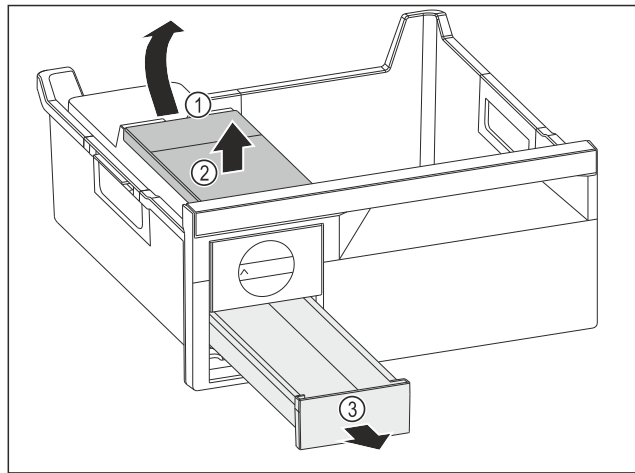

Fig. 140
- ▶ Wassertank entnehmen: Wassertank an der Aussparung Fig. 140 (1) anheben.
- ▶ Wassertank Fig. 140 (2) nach oben entnehmen.
- ▶ Eiswürfelschubfach Fig. 140 (3) nach vorne entnehmen.